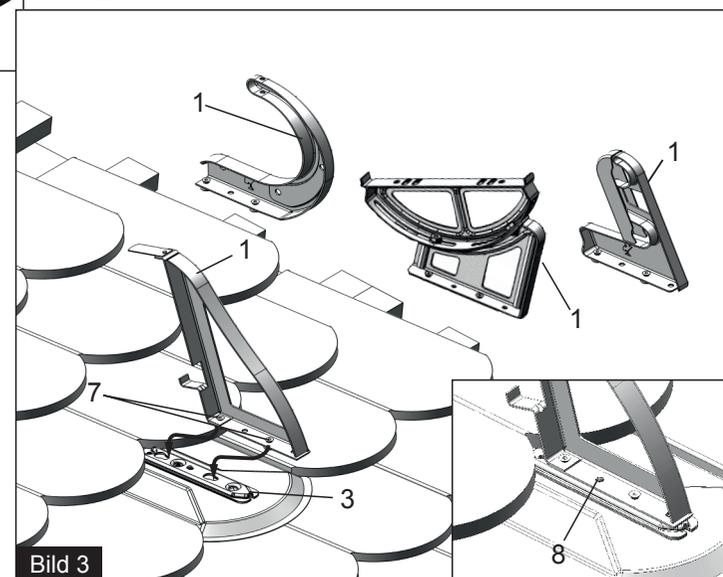

Bild 3
Der Laufsteghalter (1) wird wie in Bild 3 beschrieben montiert. Zur Einstellung der Dachneigung muss die Schraubbefestigung (10) im Langloch gelöst und die Schraubverbindung (10) in der Lochreihe demontiert werden. Jetzt kann das Laufstegoberteil (9) der Dachneigung angepasst und die Schraubverbindungen wieder befestigt werden.
**(Bild 3)**